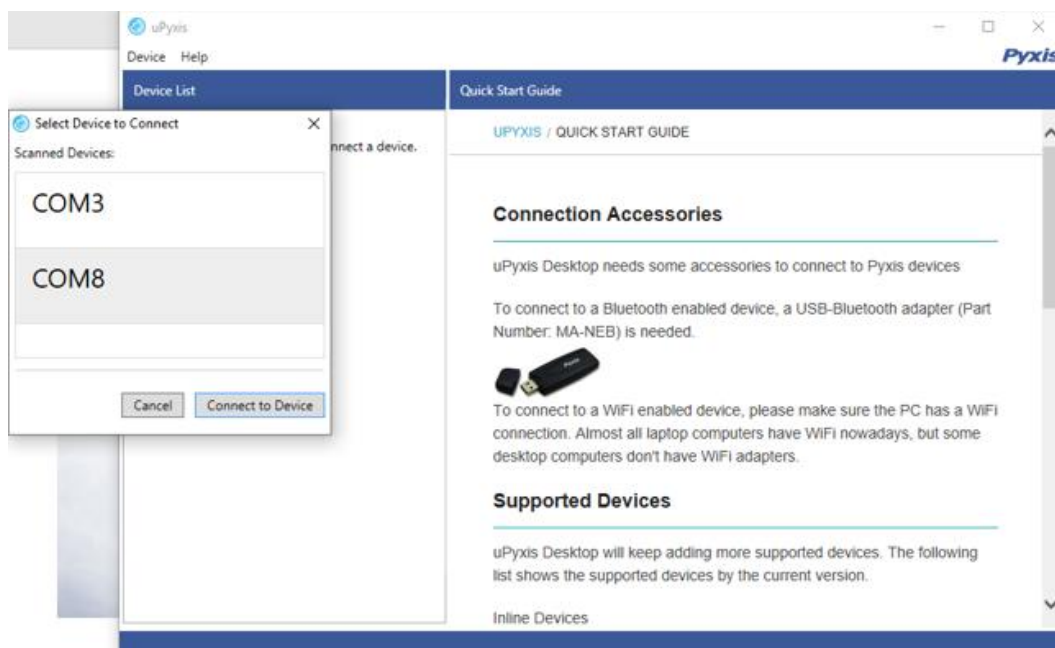

图 4-8 电脑版选择端口号
4. 选择通信端口以建立连接（图 4-8）（通常 uPyxis 识别一个通信端口。如果选择下拉列表中列出了多个通信端口，则可以尝试选择每个通信端口以查看连接是否可以 或者，您可以使用 Windows 设备管理器来标识使用 Pyxis USB 适配器的 Comm Port。